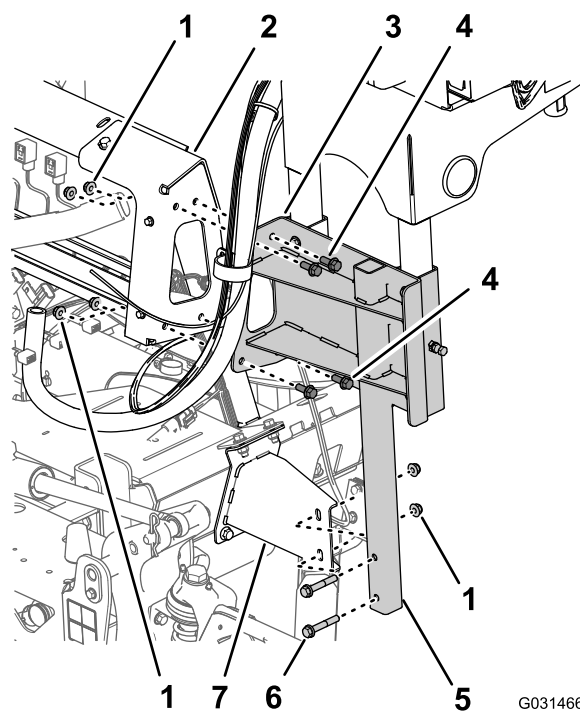

Рисунок 22
2. Выверните 2 болта с фланцевыми головками (3/8 x 2 1/4 дюйма) и 2 фланцевые контргайки (3/8 дюйма), которые крепят нижнюю трубчатую раму поворотного шлангового барабана к монтажному кронштейну на правом швеллере рамы машины (Рисунок 22).
3. Выверните 4 болта с фланцевыми головками ($\frac{3}{8}$ x 1 дюйм) и 4 фланцевые контргайки ($\frac{3}{8}$ дюйма), которые крепят опорный швеллер поворотного шлангового барабана к креплению коллектора клапанов опрыскивателя (Рисунок 22).